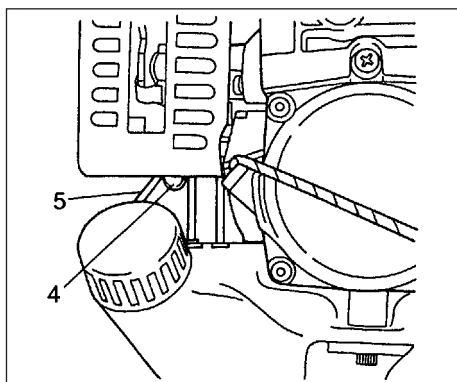
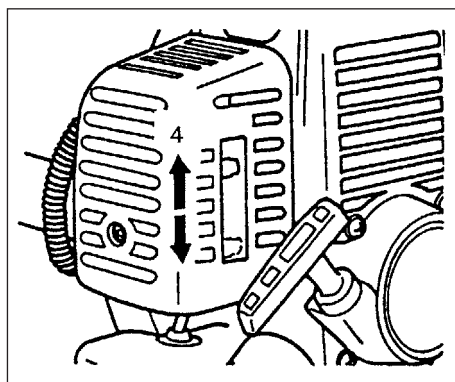

Рис. 2-2C
Рис. 2-3
*Несколько раз нажать на заливочный баллон (4), чтобы топливо потекло через обратную трубку (5) (при наличии) (Рис. 2-2C)
2. Если нажат предохранительный рычаг (2), потянуть дроссельное пусковое устройство и нажать блокировочную кнопку (3) (при наличии подобного оснащения), затем сначала медленно отпустить дроссельное пусковое устройство, затем предохранительный рычаг. При этом дроссель заблокируется в пусковом положении.
3. Установить рычаг заслонки в положение CLOSED (ЗАКРЫТО) (4). (Рис. 2-3)